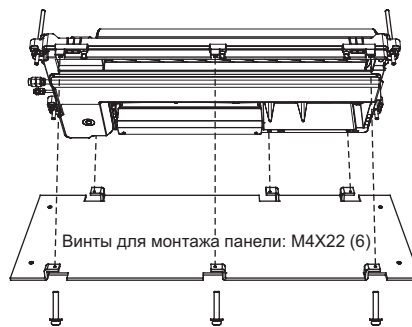

Рисунок 3.11
- 2.2) Прикрепите монтажный шаблон к нижней стороне внутреннего блока с помощью винтов, используемых для крепления панели (см. Рис. 3.11).